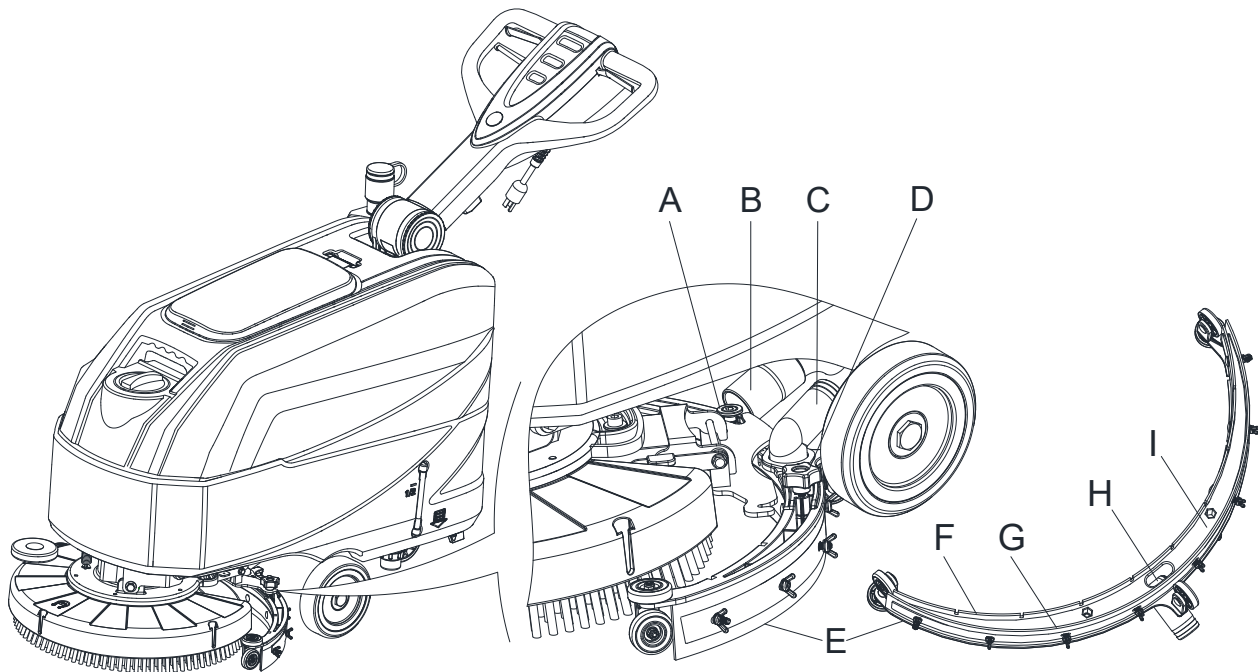
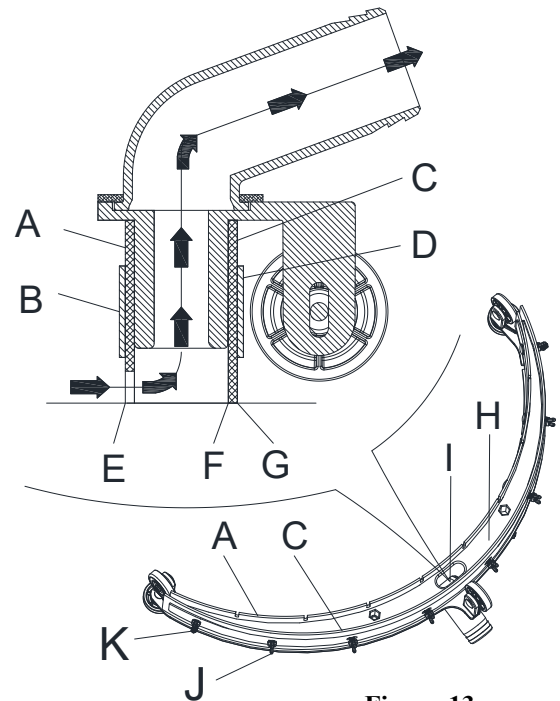

Figura 12
Figura 13
4. Desconecte el tubo de aspiración (B, Figura 12) del conector de la boquilla (C).
5. Afloje los reguladores (D) y retire la boquilla (E).
6. Limpie la boquilla de acero o de plástico (E, Figura 12). Limpie los compartimientos (I) y especialmente el orificio (H). Controle que el labio delantero (F) y el trasero (G) estén en buenas condiciones, que no presenten cortes ni desgarros; de lo contrario, sustitúyalos (véase el procedimiento en el párrafo siguiente).
2. Compruebe si los bordes (E, Figura 13) del labio delantero (A) y los bordes (F) del labio trasero (C) están en el mismo nivel, a lo largo de su longitud; si es necesario, ajuste su altura según el siguiente procedimiento:
- Afloje las tuercas de mariposa (J) y ajuste el labio delantero (A) y el trasero (C) y después apriete todas las tuercas de mariposa.
3. Compruebe que el labio delantero (A) y el trasero (C) estén en buenas condiciones, que no estén cortados o desgarrados, de lo contrario, sustitúyalos según el procedimiento siguiente. Compruebe si la esquina delantera (E) o la esquina trasera (F) está desgastada; si es necesario, dé vuelta el labio para sustituir la esquina desgastada con aquella en buenas condiciones. Si ambas las esquinas están demasiado desgastadas, reemplace el labio de acuerdo con el siguiente procedimiento:
- Retire las tuercas de mariposa (J) y el tornillo (K), extraiga la cinta de sujeción (B), después sustituya/dé vuelta el labio delantero (A). Monte el labio en orden contrario al desmontaje.
- Retire las tuercas de mariposa (J) y el tornillo (K), extraiga la cinta de sujeción (D), después sustituya/dé vuelta el labio trasero (C). Monte el labio en orden contrario al desmontaje. Después de cambiar el labio (o de haberlo dado vuelta), monte la boquilla como se muestra en el paso anterior.
4. Instale la boquilla (E, Figura 12) y atornille los reguladores (D, Figura 12), como se ha ilustrado en el párrafo anterior.
5. Conecte el tubo de aspiración (B, Figura 12) a la boquilla (C, Figura 12).